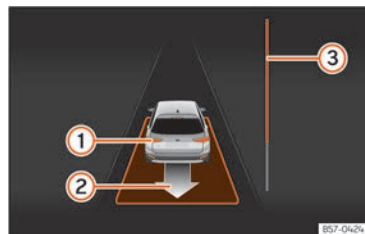

Fig. 189 No ecrã do painel de instrumentos: sair do estacionamento de um lugar em linha.
• Retroceda até soar o sinal contínuo do ParkPilot; **OU**: faça marcha-atrás até aparecer a indicação de fazer marcha à frente no ecrã do painel de instrumentos. A barra de progresso » **Fig. 189** **③** indica a distância a percorrer » **Página 292**.